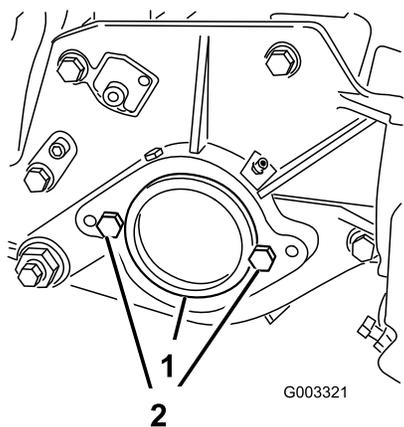

Figura 17
2. Sul lato destro dell'apparato di taglio, togliete il tappo in plastica dall'alloggiamento del cuscinetto (Figura 17).
3. Togliete le 2 viti a testa cilindrica dalla piastra laterale destra (Figura 17).
1. Tappo in plastica 2. Vite a testa cilindrica (2)
5. Montate, senza stringere eccessivamente, le 2 viti di montaggio del motore del cilindro sulla piastra laterale sinistra dell'apparato di taglio (Figura 17).